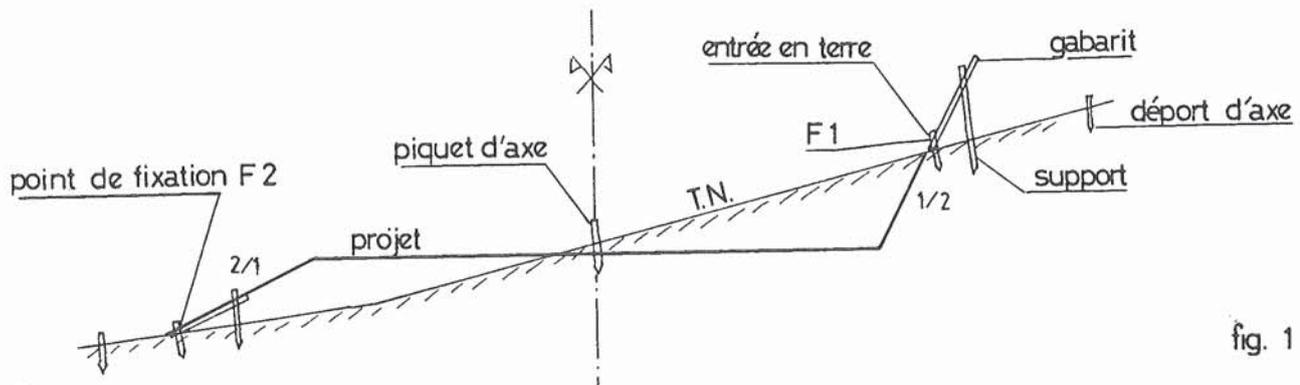
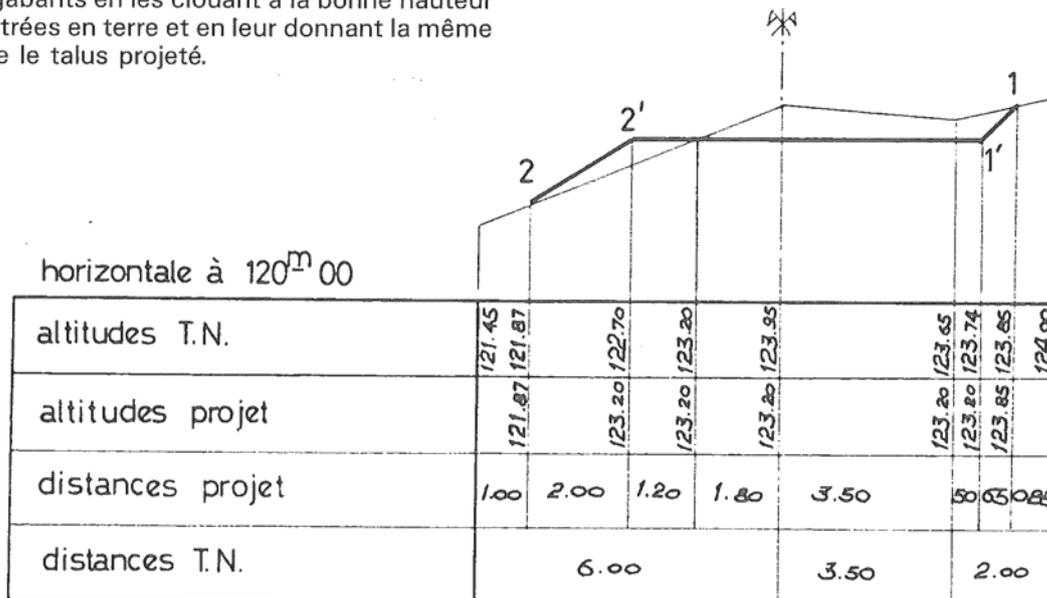

fig. 1
Fig. 3
Ces gabarits en bois (litesaux de 3 cm × 3 cm) sont destinés à guider le travail des engins de terrassements (buteur, pelle hydraulique ou niveleuse — voir figure 1).
Les valeurs numériques citées en exemple sont issues de la figure 3.
L'altitude  $Z_E$  obtenue sur la tête du piquet d'entrée en terre est ensuite comparée à l'altitude projet du profil en travers (figure 3) augmentée de la dénivelée correspondant au décalage de 10 cm vers l'avant ou l'arrière indiqué au § 2 – a.
On doit avoir (figure 1 et figure 3).
f) On indique sur le gabarit, de façon très lisible, au marqueur, la distance suivant la pente entre pied de talus et haut de talus (1 – 1' ; 2 – 2' – voir figure 3).